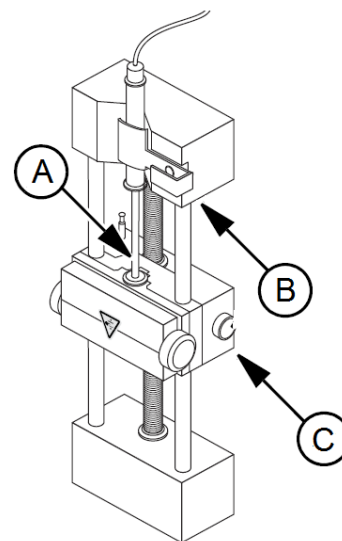

Figura 1. Conectando a seringa ao sistema. A: êmbolo da seringa. B: Trava para soltar e prender a seringa. C: Botão para liberar a base da seringa.
- 1.1.4. Pressione o botão de liberação do lado direito da base da bomba de seringa e abaixe a base para inserir a seringa. Coloque a seringa cuidadosamente na posição e utilize a trava para prendê-la ao sistema (Figura 1). Nunca solte a trava bruscamente, prenda a seringa com cuidado.